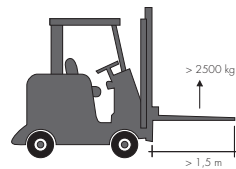

Fig. 1
- Gebruik een goede vorkheftruck met een laadvermogen van ten minste 2500 kg en vorken met een minimale lengte van 1,5 meter. (Fig 1)